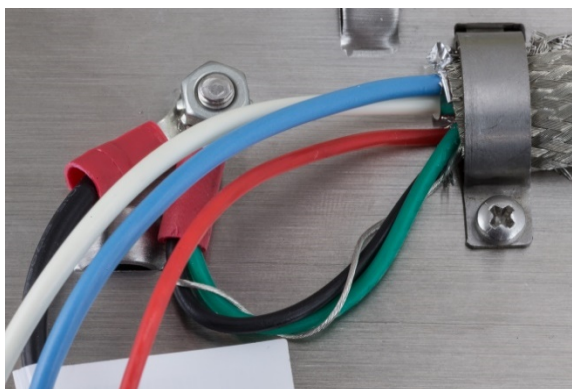

Figura 2-64: Fio terra
9. Na tampa posterior do gabinete de montagem em painel, conecte o cabo preto curto (fornecido) e os fios trançados preto e verde do cabo POWERCELL para o pino terra externo com uma porca hexadecimal como mostrado na Figura 2-64.